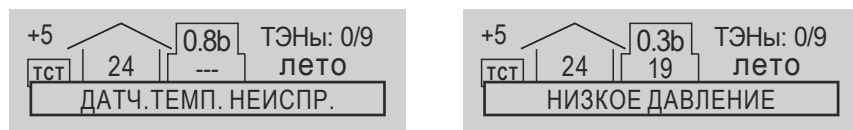

Рисунок 23
В этих случаях будет произведено обесточивание ТЭНов с помощью контактора, замкнутся контакты зажима подключения приёмника сигнала об отказе (например интеллектуального термостата GSM-Climate ZONT-1H или WiFi-Climate ZONT-2H) ХТ7 (см. рис. 4), включится индикатор отказа (7) рис. 5 и появится текстовое сообщение о характере несоответствия. Пример см. рис. 23. После устранения причины несоответствия прибор вернется к предыдущему режиму работы с сохранением настроек и параметров.